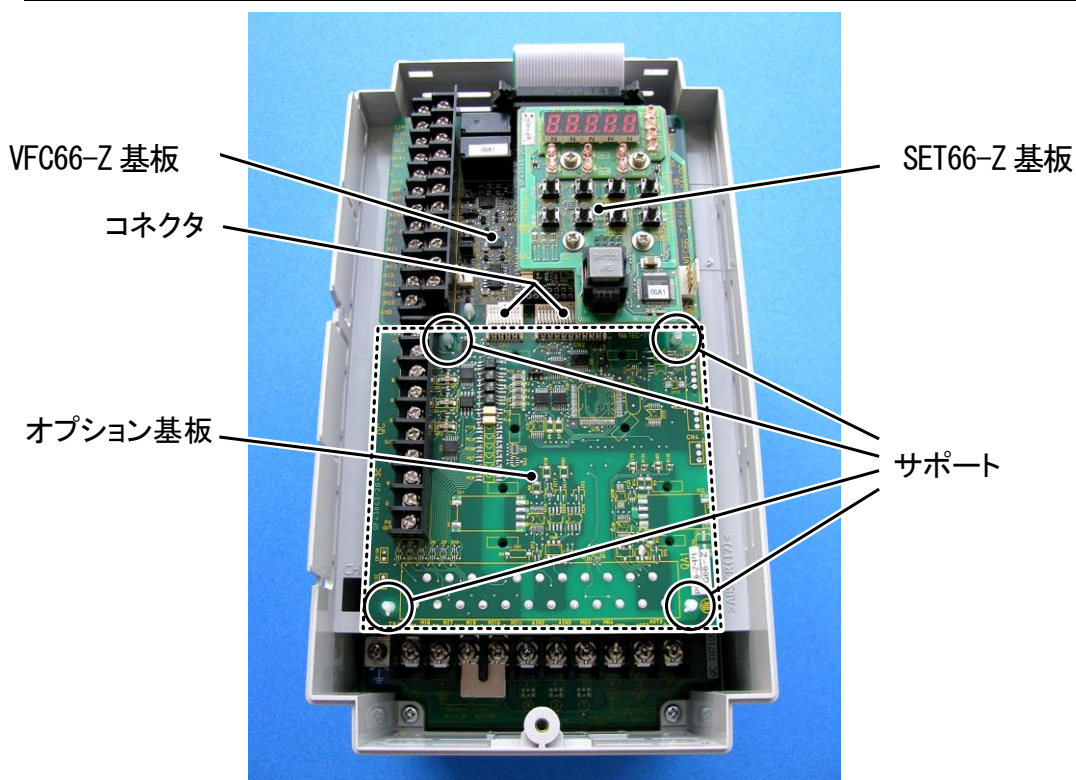
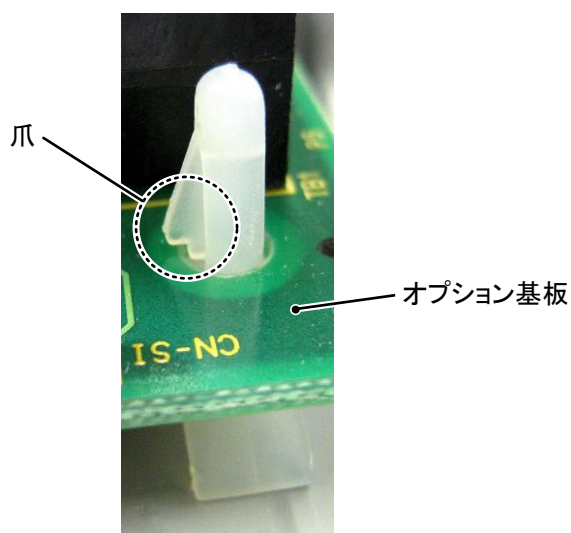

図 5.1 表面カバーを開けた状態(VF66B-2R222)
図 5.4 サポートの爪部分
④図 5.1 に丸印で示した 4 箇所、オプション基板をユニット筐体に固定するサポートがありますので、図 5.4 に示した爪部分をサポート内部に押し込むようにして、オプション基板を取り外してください。
⑤オプション基板と同様に VFC66-Z 基板にもユニット筐体に固定するサポートがありますので、図 5.4 に示した爪部分をサポート内部に押し込むようにして、VFC66-Z 基板を取り外してください。4 つの穴とサポートの位置を合わせ、図 5.4 に示すようにサポートの爪部分が基板上部に引っ掛かるまで基板を押し込んでください。
⑥取り外したオプション基板の 4 つの穴と図 5.1 に丸印で示したサポートの位置を合わせ、図 5.4 に示すようにサポートの爪部分が基板上部に引っ掛かるまで基板を押し込んでください。